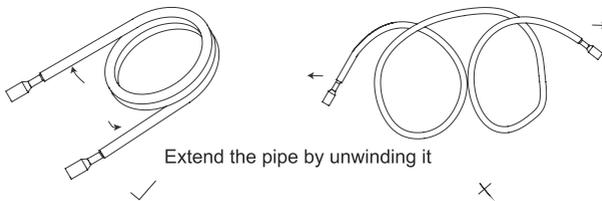

Fig.13
- (4). Cuando doble el tubo, no lo doble como está, quedará bloqueado. En este caso, corte el tubo de aislamiento con un cutter como se muestra en la Fig.13 y dóblelo después de exponer el tubo. Fíjelo con cinta después.